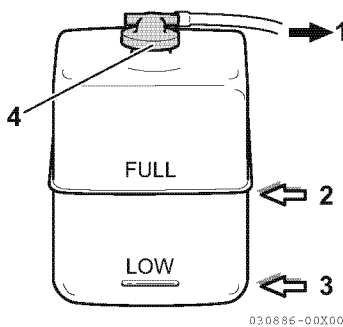

Figura 12
5. Compruebe el nivel de refrigerante del depósito. El nivel debe encontrarse en la marca FULL (lleno) **(Figura 12, (2))**. Añada refrigerante si fuera necesario.
6. Retire la tapa del depósito **(Figura 12, (4))** para añadir refrigerante si es necesario. No añada agua.
8. Compruebe el manguito de goma **(Figura 12, (1))** que conecta el depósito con el depósito de refrigerante / intercambiador de calor. Cámbielo si está dañado.